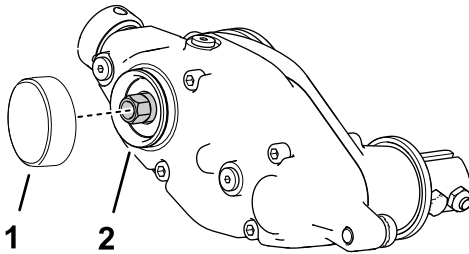

Figura 14
1. Applicate un composto bloccante a media resistenza per parti cilindriche (come Loctite verde 609®) intorno alla scanalatura dell'anello elastico e al diametro esterno (Figura 14).